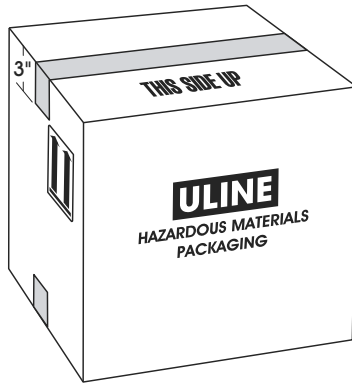

Figure 4
9. Seal top of carton down the center seam with one strip of 2" wide (2.6 mil) polypropylene tape (Uline Model # S-14564). The tape must extend 3" over each end of the carton. (See Figure 4)
9. Scellez le dessus de la boîte le long de la jointure centrale à l'aide d'une bande de ruban adhésif en polypropylène (2,6 mil) de 5 cm (2 po) de largeur (n° de modèle Uline S-14564). Le ruban adhésif doit dépasser de 7,6 cm (3 po) à chaque extrémité de la boîte. (Voir Figure 4)